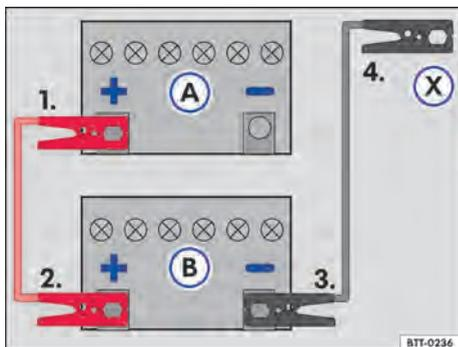

Fig. 142 Esquema para a conexão dos cabos auxiliares de partida: bateria do veículo descarregada (A) e bateria do veículo fornecedora de corrente (B).
Legenda para → Fig. 142:
Conectar o cabo auxiliar de partida somente na sequência 1 – 2 – 3 – 4 → Fig. 142.
- Conectar uma extremidade do cabo auxiliar de partida *vermelho* ao polo positivo (+) do veículo com a bateria do veículo descarregada → Fig. 142 (A) → ▲.
- Conectar a outra extremidade do cabo auxiliar de partida *vermelho* ao polo positivo (+) do veículo fornecedor de corrente (B).
- Conectar uma extremidade do cabo auxiliar de partida *preto* ao polo negativo da bateria do veículo fornecedor de corrente (B).
- Conectar a outra extremidade do cabo auxiliar de partida *preto* (X) no veículo com a bateria de partida descarregada em uma peça maciça de metal aparafusada firmemente ao bloco do motor ou no próprio bloco do motor - porém não nas proximidades da bateria (A) → ▲.